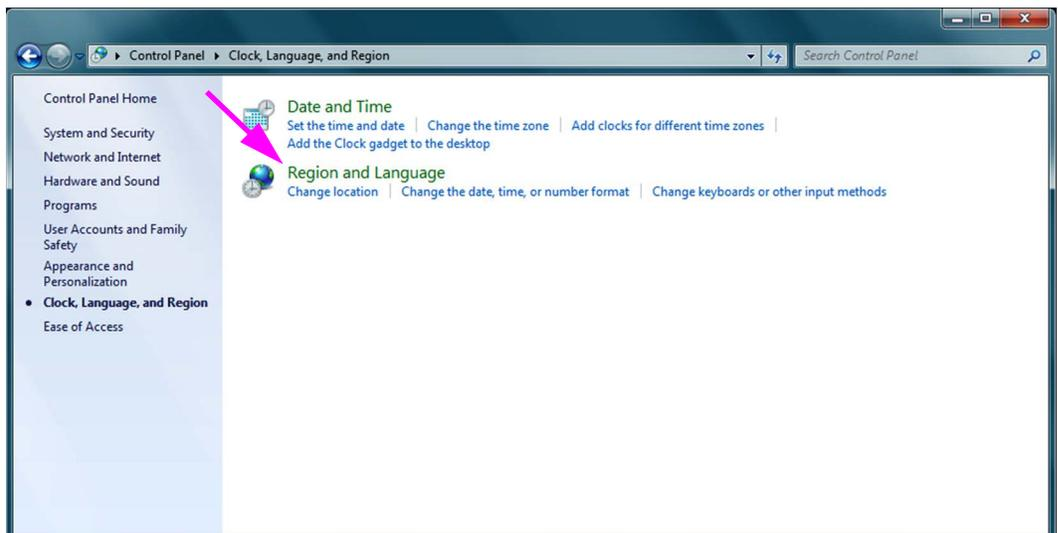

Abbildung C-14. Fenster „Clock, Language, and Region“ (Zeit, Sprache und Region)
- Das Fenster „Clock, Language, and Region“ (Zeit, Sprache und Region) erscheint (siehe Abbildung C-14). Klicken Sie auf **Region and Language** (Region und Sprache).